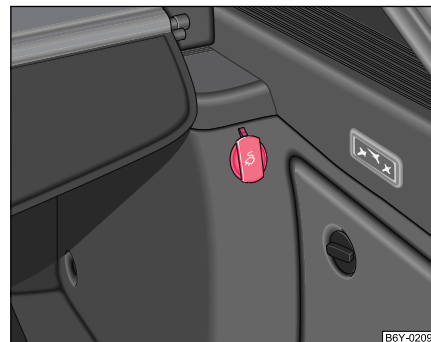

Fig. 68 Maletero: caja de enchufe
- Abra la cubierta de la caja de enchufe ⇒ fig. 68.